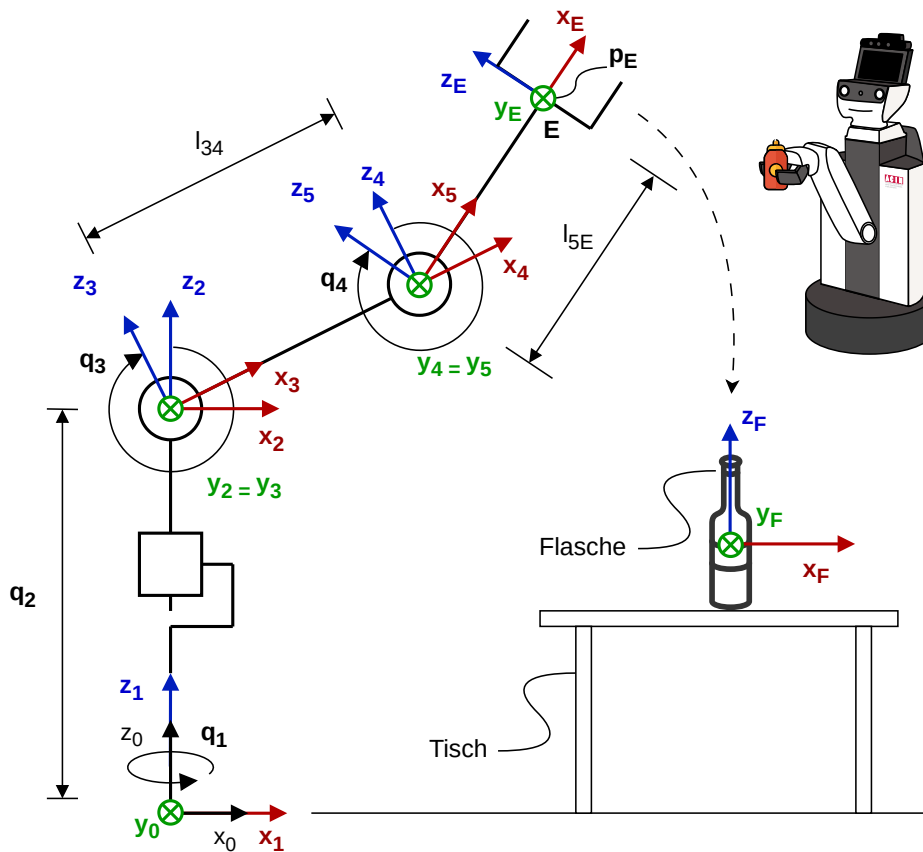

Abbildung 3: Skizze des Haushaltsroboters
2. Abbildung 3 zeigt schematisch eine vereinfachte kinematische Kette eines Haushaltsroboters. Das System hat die Freiheitsgrade:  $\mathbf{q} = [q_1 \ q_2 \ q_3 \ q_4]^T$  und diese sind wie folgt charakterisiert:  $q_1$  ist eine Rotation um die positive  $z_0$ -Achse,  $q_2$  ist eine Translation entlang der positiven  $z_1$ -Achse,  $q_3$  entspricht einer Rotation um die positive  $y_2$ -Achse, und  $q_4$  beschreibt die Rotation um die positive  $y_4$ -Achse. Bis auf den Endeffektor  $E$  kann das System als masselos betrachtet werden. Der Endeffektor  $E$  mit der Masse  $m_E$ , ist mit einer Trägheitsmatrix um den Schwerpunkt im körperfesten Koordinatensystem  $\mathbf{I}_E = \text{diag}([I_{E,xx} I_{E,yy} I_{E,zz}])$  beschrieben. Der Schwerpunkt des Endeffektors liegt im Punkt  $\mathbf{p}_E$ . Tisch und Flasche sind nur für Teilaufgabe g relevant.